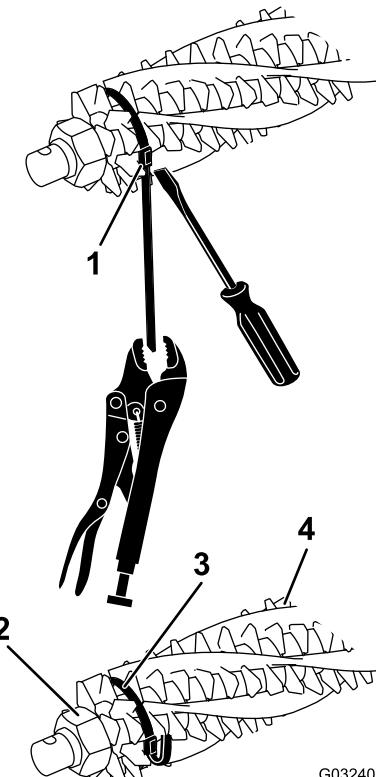
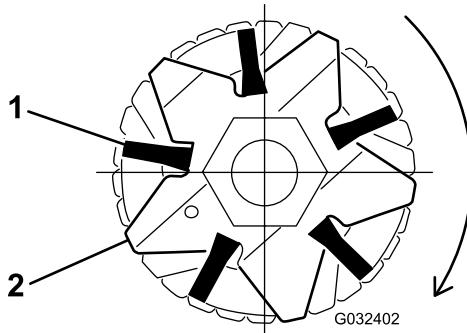

图15
图17
2. 拧松疏草刀轴两端的疏草刀刀片锁紧螺母 (图15)。
4. 检查刷子是否固定到疏草刀刀片插槽中 (图15 和 图17)。
5. 宽松地缠绕箍带，如 图15 所示，绕着疏草刀滚刀轴和刷子，将箍带插入刷子的凹槽中 图17。
注意： 如果清扫机刷子未适当放入刀片插槽，请拧松疏草刀轴两端的疏草刀刀片锁紧螺母，在刀片插槽中适当调整清扫机刷子的位置，然后再拧紧疏草刀刀片锁紧螺母 (图15)。
7. 在沿着箍带扣推动螺丝刀时，使用大力钳抓住每条箍带，拉紧箍带，直至其锁定到刷子凹槽中 (图15)。